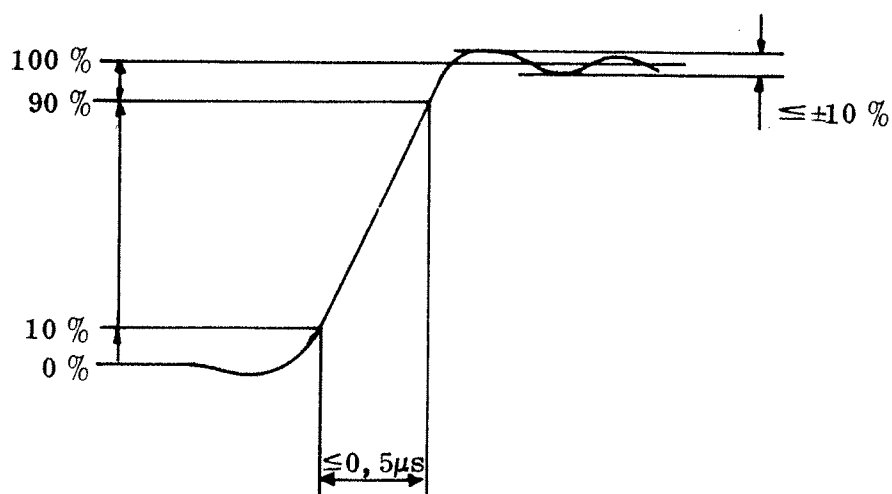

Bild 64. Videopuls OK-stativ, kurvform.
Har byte av BF-regenerator utförts, anslut oscilloskopet (avslutat med 75 ohm) till koaxialkontaktdonet 09F och ställ in videopulsens ringning till högst $\pm 10 \%$ (se bild 64, avsnitt 3.7.2.8) med potentiometern FAS på BF-regeneratoren. Om normal pulsform inte kan injusteras, se avsnitt 4.3.
- 3.8.2.4 Anslut oscilloskopet (oavslutat) till mätjacken 4299 på plats 09 UB. Kontrollera att spänningen är mellan 100 och 350 mV_{t-t}. Om toleransgränserna överskrids, byt BF-regenerator. Har byte av BF-regenerator utförts, anslut oscilloskopet (avslutat med 75 ohm) till koaxialkontakt donet 09F och ställ in videopulsens ringning till högst ± 10 % (se bild 64, avsnitt 3.7.2.8) med potentiometern FAS på BF-regeneratoren. Om normal pulsform inte kan justeras, se avsnitt 4.3. Upprepa därefter avsnitt 3.8.2.4.
- 3.8.2.8 Anslut oscilloskopet (avslutat med 75 ohm) till videopulsens coaxial-kontaktdon i OK-stativet, efter TM-7. Kontrollera att stigtiden är högst $0,5 \mu\text{s}$, samt att ringningen är högst $\pm 10 \%$ av pulsamplituden. Pulsformen framgår av bild 64, avsnitt 3.7.2.8. Justera vid behov videopulsen med potentiometern FAS på BF-regeneratortorn, som reglerar både stigtid och ringning. Om justering utförs, ska stigtiden justeras till minimum under det att ringningen är maximalt $\pm 10 \%$. Har justering utförts, upprepa tillsynen från och med avsnitt 3.8.2.4.